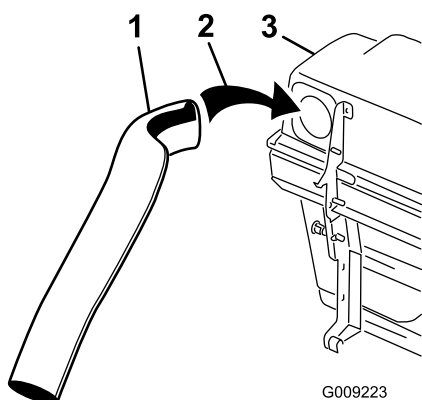

Figure 19
4. Placez le tube supérieur dans l'ouverture du système de ramassage et ressortez-le de sorte que le joint en caoutchouc dépasse (Figure 19).